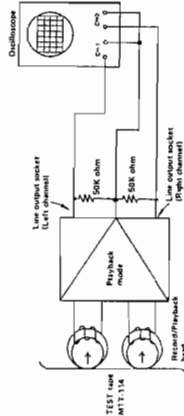

Figure 15-3
1. Make connection of instruments as shown in Fig. 15-3.
- Die Instrumente gemäß Abbildung 15-3 anschließen.
- Comme le montre la Figure 15-3, effectuer le raccordement des instruments.